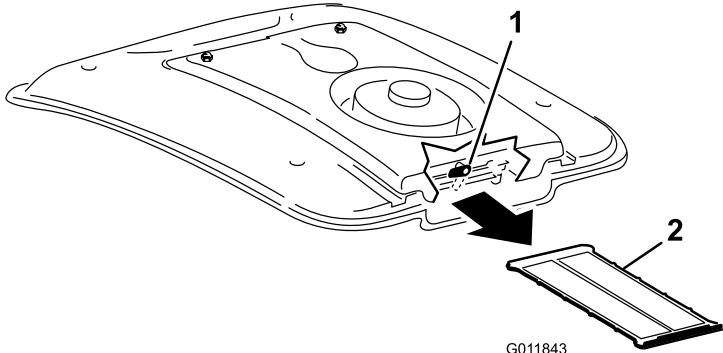

Bild 74
2. Drehen Sie den Riegel hinten an der Lüfterbefestigung zur Seite (Bild 74).
3. Schieben Sie das Klimaanlagengitter unter der Klimaanlagenspule heraus (Bild 74).
4. Reinigen Sie das Gitter gründlich mit Druckluft (Bild 74).